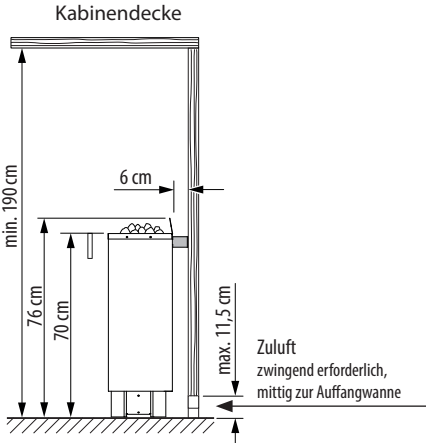

Abb. 1
- Die Mindesthöhe der Saunakabine muss innen 1,90 m betragen (Abb. 1).